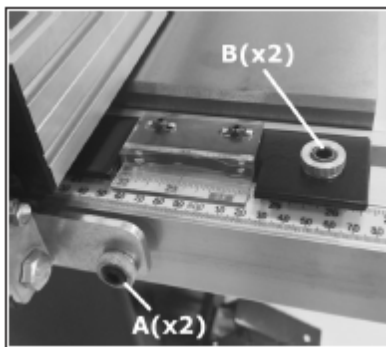
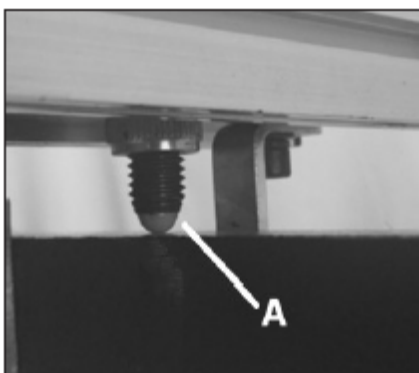

Рис. 30
Рис. 33
2. Отвернуть две передних контргайки (рис. 30, А) и регулировочные винты, так чтобы они были только слегка ввернуты во фланец упора.
5. Ослабить две верхние контргайки (рис. 30, В) на фланце упора и контргайку на задней опоре направляющей (рис. 33, А).
7. Ослабить обе передние контргайки (рис. 30, А). Затянуть регулировочные винты так, чтобы они только касались передней направляющей параллельного упора, отвернуть винты на пол-оборота, затем затянуть контргайки.